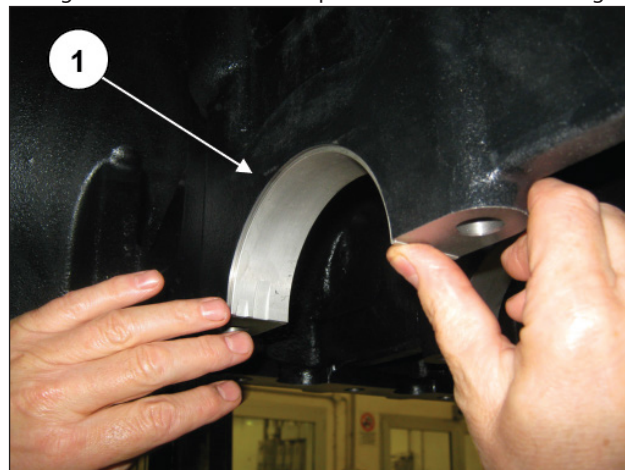

Fig. 27
Maintenir les demi-coussinets de palier (rep. ①, Fig. 27) dans les logements du carter arrière pour éviter de les interchanger.